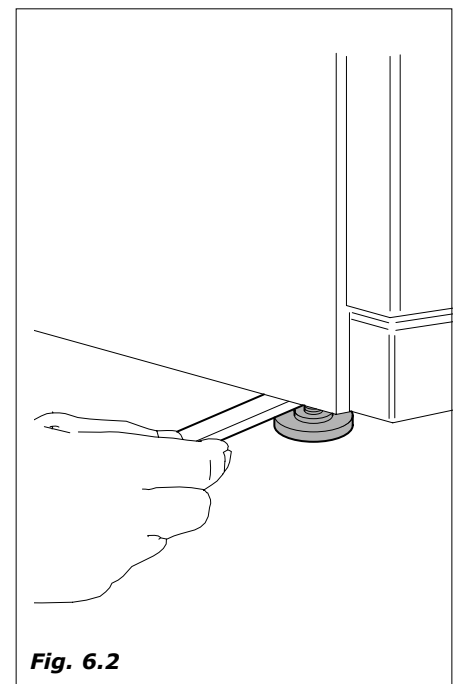

Fig. 6.2
- Nivelar el distribuidor, colocando un nivel sobre el mueble. Asegurarse que el desnivel no es superior a 2° (Fig. 6.2).